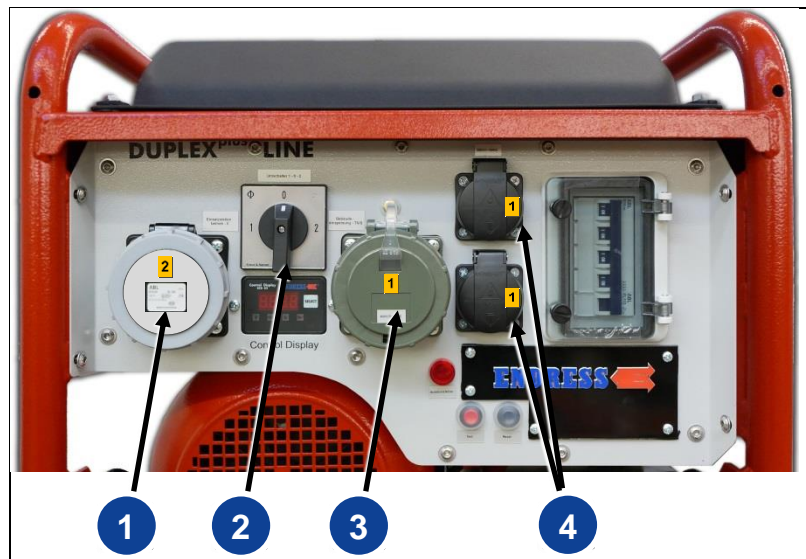

Abb. 4-6: Verbrauchsmittel anschließen Version II/TN-S
Umschalter Betriebsart (Abb. 4-6-(2)) NUR bei stillstehendem Stromerzeuger umschalten!!
Wählen Sie hierzu die Betriebsart „Einsatzstellenbetrieb“ am Umschalter (Abb. 4-6-(2)) aus.
Hinweis Die Einspeisung in die ortsfeste Anlage erfolgt über eine flexible Anschlussleitung (H07RN-F oder vergleichbar) in bauseitig installierte Einspeiseverteiler über die weißgraue CEE-Steckdose 400 V / 50 Hz / 1h 3~ (siehe Abb.4-6-(1)). Alle anderen Steckdosen sind in dieser Betriebsart nicht bestromt und nicht verwendbar.
1. Wählen Sie die Betriebsart „Gebäudeeinspeisung“ am Umschalter (Abb. 4-6-(2)) aus.
3. Verbinden Sie die flexible Anschlussleitung mit der CEE-Steckdose 400 V / 50Hz / 7h 3~ mit weißer Farbkennung (siehe Abb. 4-6-(1)).